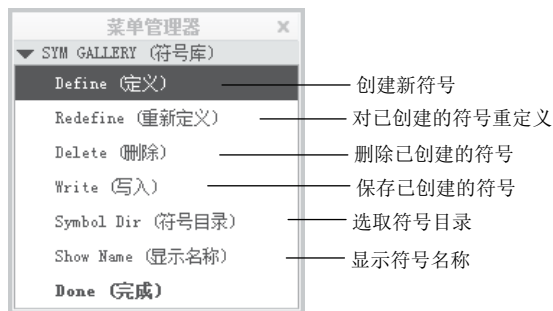

图 9.2.21 “符号库”菜单
Step2. 选择 **注释** 功能选项卡 **注释** ▾ 区域中 **符号** 节点下的 **符号库** 命令，系统弹出图 9.2.21 所示的 **SYM GALLERY (符号库)** 菜单。